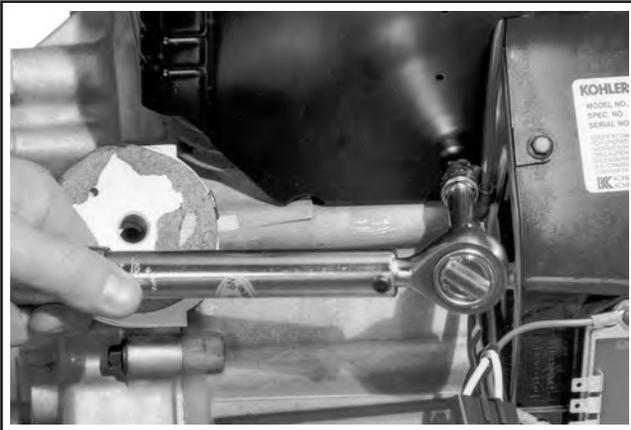
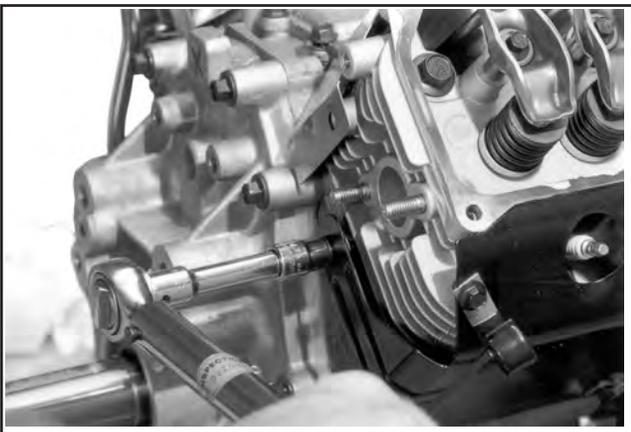

Abbildung 11-65. Die kurzen Schrauben auf das vorgegebene Anzugsmoment anziehen.
Abbildung 11-66. Die Befestigungsschrauben des Blechs anziehen.
- Alle Befestigungen der Kühlabdeckungen anziehen. Die Schrauben des Lüftergehäuses auf **6,2 N·m (55 Zoll lb)** in neuen Bohrungen oder auf **4,0 N·m (35 Zoll lb)** in benutzten Bohrungen anziehen. Die kürzeren Schrauben M5 Blechseite auf **4,0 N·m (35 Zoll lb)** anziehen. Siehe Abbildung 11-65. Die oberen Schrauben M5 Blechseite (im Zylinderkopf) auf **6,2 N·m (55 Zoll lb)** in neuen Bohrungen oder auf **4,0 N·m (35 Zoll lb)** in benutzten Bohrungen anziehen. Die hinteren Montageschrauben M6 der Bleche auf **10,7 N·m (95 Zoll lb)** in neuen Bohrungen oder auf **7,3 N·m (65 Zoll lb)** in benutzten Bohrungen anziehen. Siehe Abbildung 11-66.